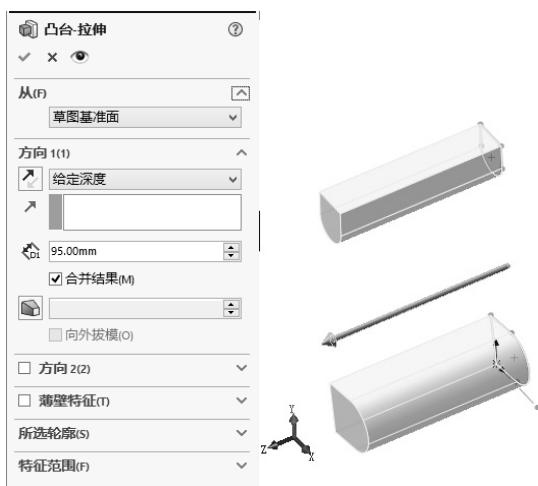

图 1-38 “凸台-拉伸”属性管理器 1
**03** 拉伸实体 1。选择菜单栏中的“插入”→“凸台/基体”→“拉伸”命令，或者单击“特征”控制面板中的“拉伸凸台/基体”按钮，此时系统弹出图 1-38 所示的“凸台-拉伸”属性管理器。输入拉伸距离为 95.00mm，然后单击“确定”按钮。结果如图 1-39 所示。